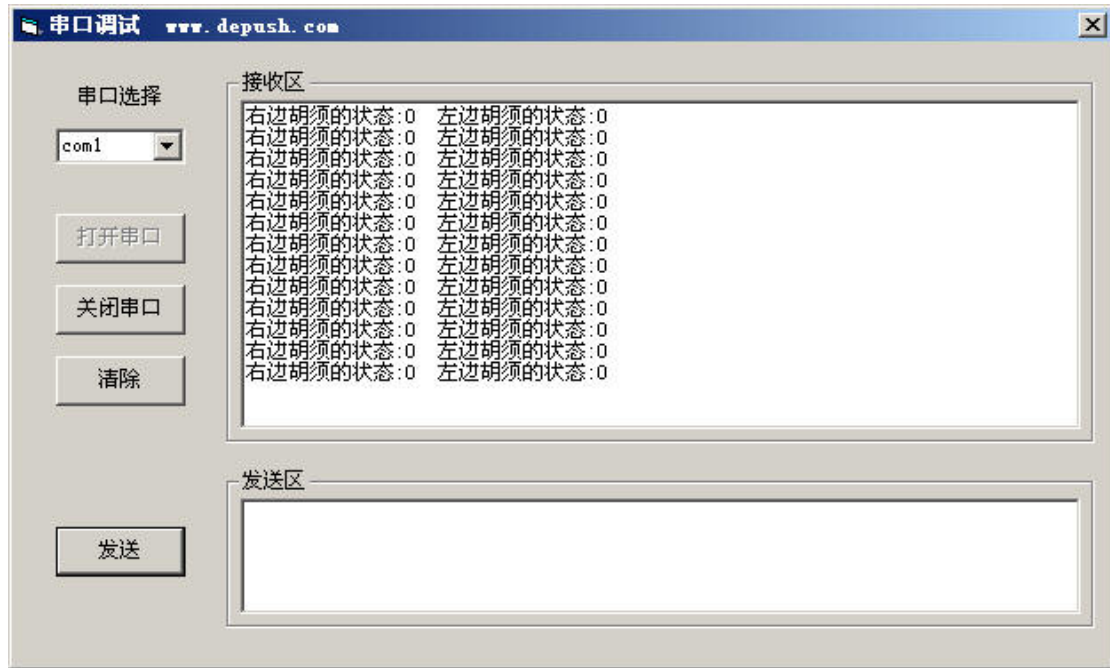

图4-9 左右胡须均碰到
- 同时把两个胡须按到各自的3-pin转接头上，显示为：“右边胡须的状态:0 左边胡须的状态:0”，如图4-9